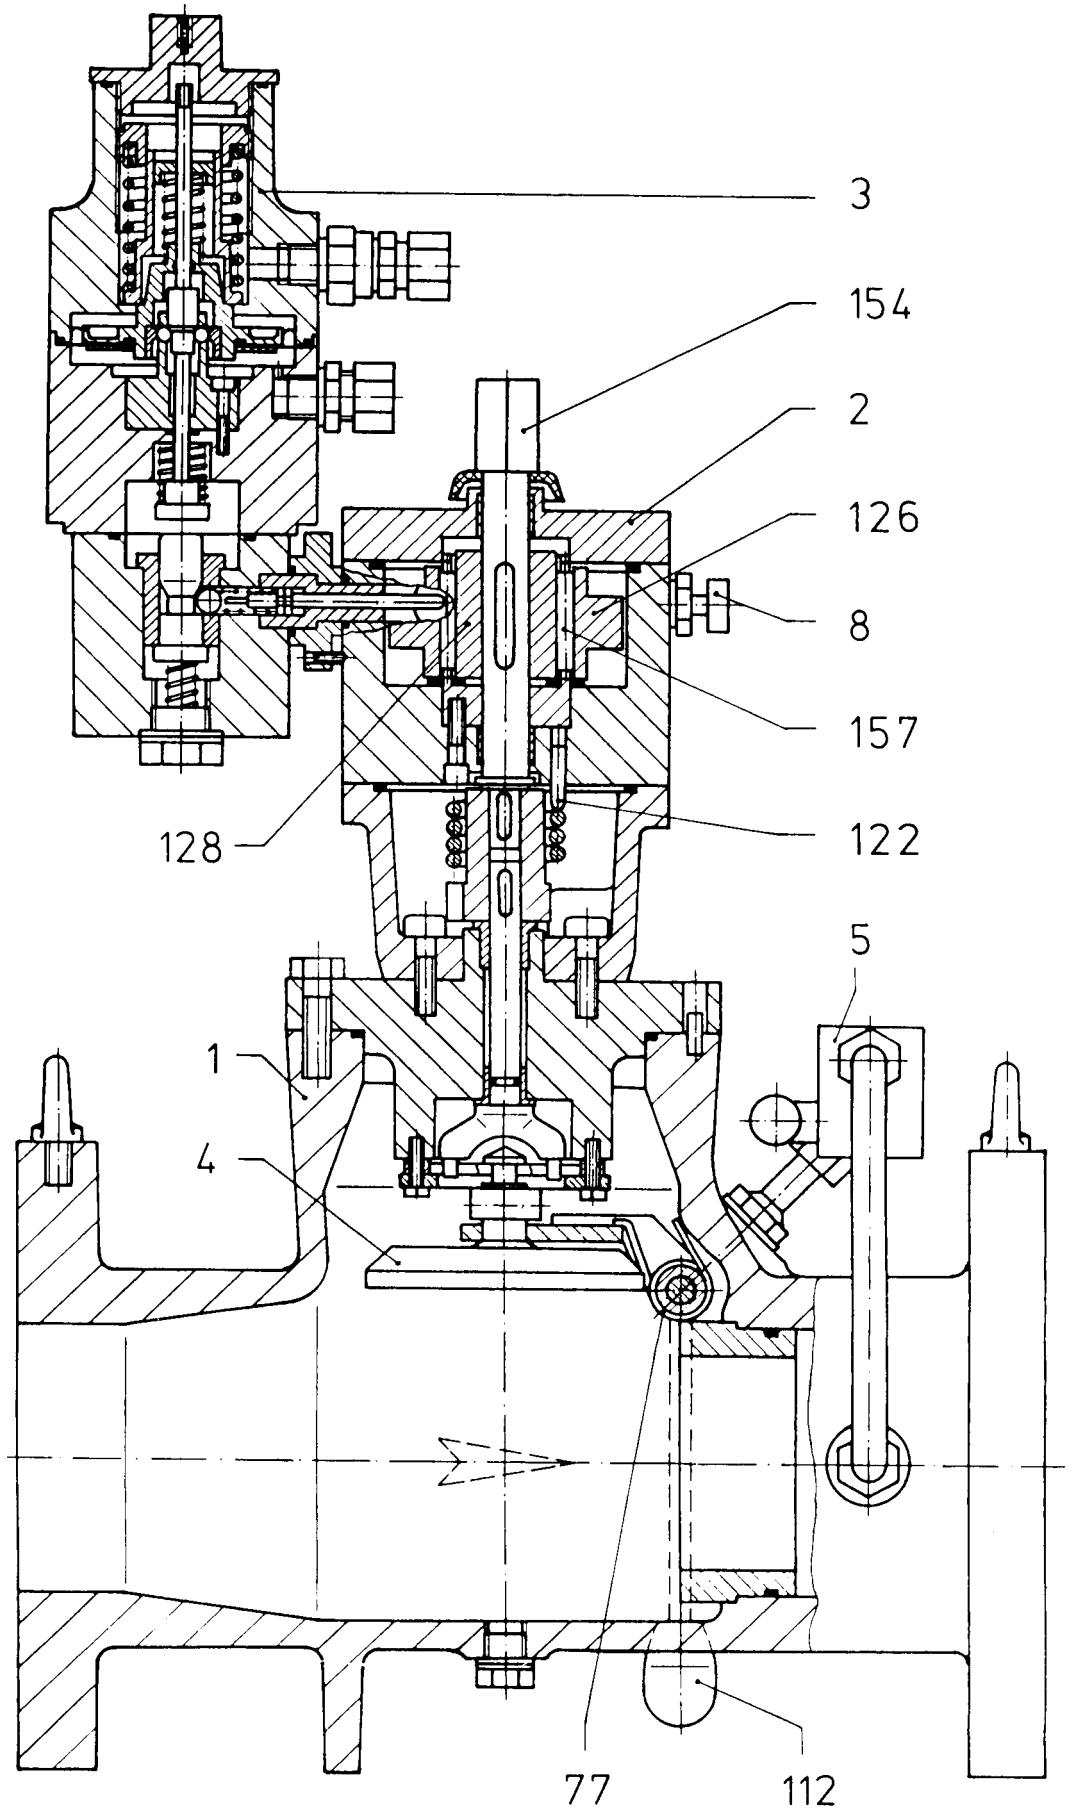

Bild 1 SAV GSDK-B (mit Kontrollgerät K 10a)
2. Aufbau und Funktion (Bild 1)